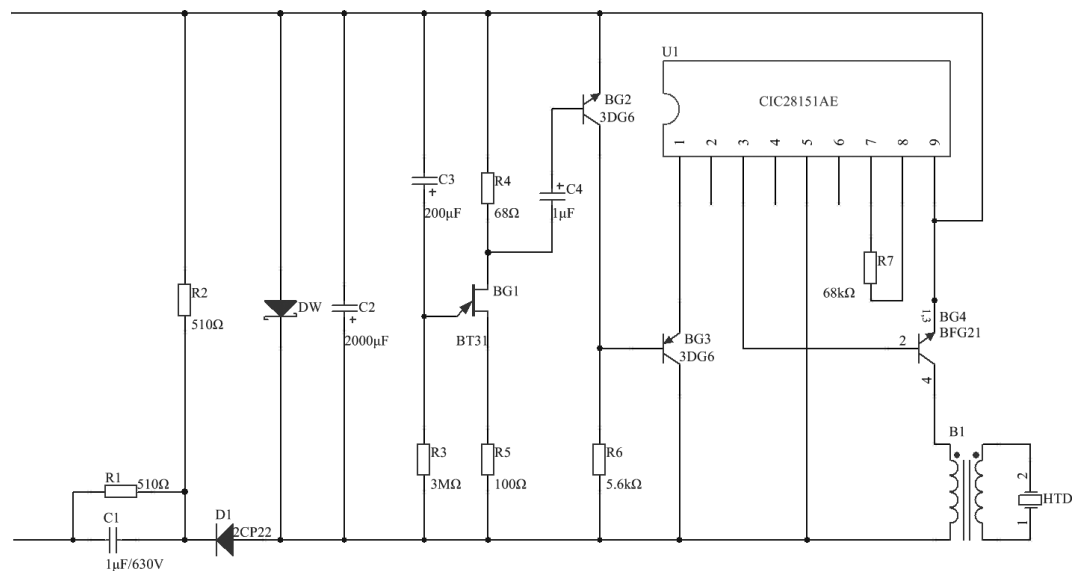

图 4-47 放置导线
(1) 单击“布线”工具栏中的（放置线）按钮，进入导线放置状态，将光标移动到某个元件的引脚上（如 R1），十字光标的交叉符号变为红色，单击即可确定导线的一个端点。
(2) 将光标移动到 R2 处，再次出现红色交叉符号后单击，即可放置一段导线。
(3) 采用同样的方法放置其他导线，如图 4-47 所示。